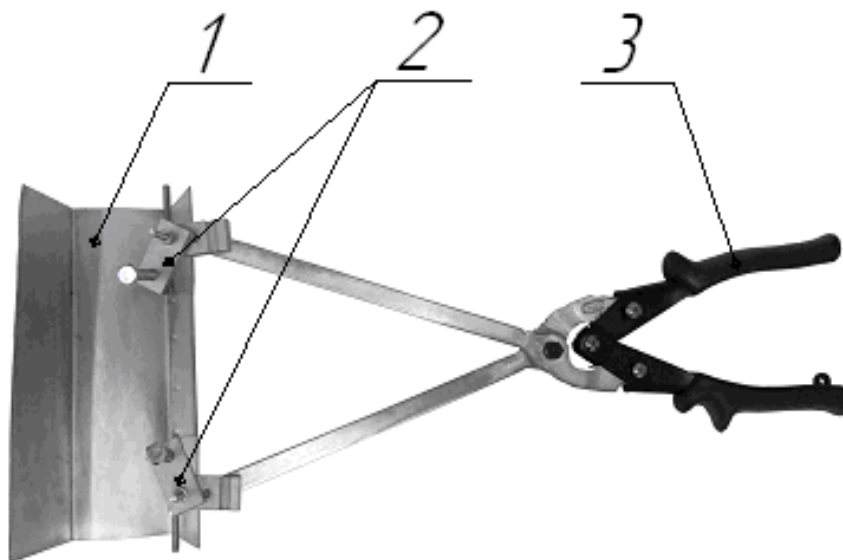

Рис. 1 Общий вид ПТСП.
a. ПТСП (рис.1) состоит из защитного откидного кожуха 1, зажимов 2, фиксирующих свариваемые провода в термитном патроне и клещей 3.